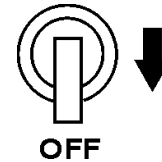

Figure 26. Disjoncteurs GFCI (OFF)
2. Placez les *disjoncteurs GFCI* (Figure 26) dans la position **OFF**.